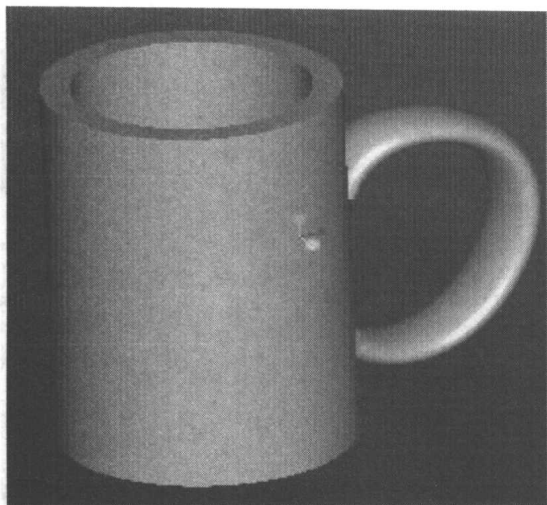

图 1-7
5. 打开模型工作窗口，看看是否发生了变化。效果如图 1-7 所示，缸子的壁变厚了。